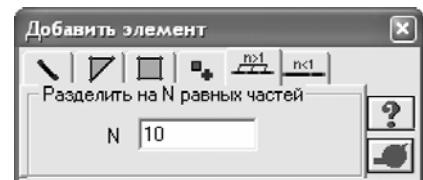

Рис.4.6. Диалоговое окно **Добавить элемент**
- Активизируйте пятую закладку **Разделить на N равных частей** (рис.4.6) и задайте:
- С помощью диалогового окна **Добавить элемент** (рис.4.6) разделите выделенные стержни на 8 частей.
- Активизируйте закладку **Разделить на N равных частей** (рис.4.6).